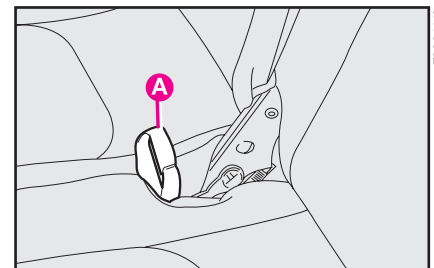
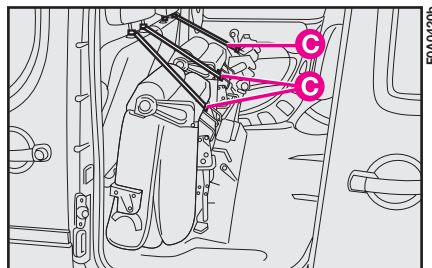

fig. 129
fig. 131
– ribaltare lo schienale del sedile centrale tirando verso l'alto la fettuccia **A-fig. 129**;
– assicurare i sedili così ribaltati utilizzando le apposite cinghie **C-fig. 131** (una per sedile) agganciandole agli appoggiatesta anteriori.
Per riposizionare i sedili, sganciare le apposite cinghie di ritegno **C-fig. 131**, ribaltare i sedili completi laterali quindi il cuscino del sedile centrale e in seguito tirando la fettuccia **A-fig. 129** ribaltare lo schienale ed agganciarlo alle apposite staffe di bloccaggio.